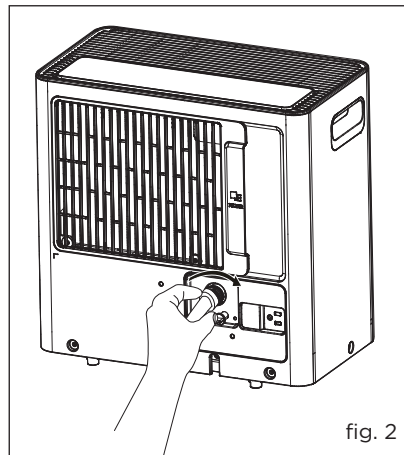

fig. 2
- d. Vissez le tuyau de jardin à la portion fileté du connecteur de purge. (fig. 2)